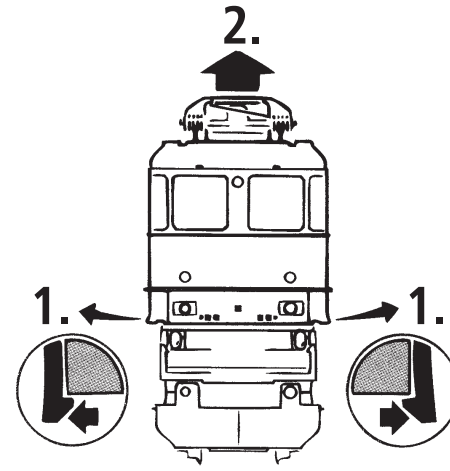

Fig. 4
**3. Haftreifenwechsel:** Zuerst die Drehgestellblende ein Stück abziehen (Fig. 4). Danach **Haftreifen** mit einer Nadel od. mit einem feinen Schraubendreher abziehen (Fig. 4). Beim Aufziehen der neuen Haftreifen darauf achten, dass diese sich nicht verdrehen.
**3. Change of traction tyre:** Remove the bogie blind a little bit (fig. 4). Remove **traction tyre** using a pin or a fine screwdriver (fig. 4). When pressing on the new traction tyre please **avoid twisting it**.
**3. Échange des bandages d'adhérence:** Démontez d'abord **les flancs de bogies** des engrenages (fig. 4). Délogez ensuite les essieux bandagés et enlevez, à l'aide d'une aiguille ou d'un tournevis fin, les bandages d'adhérence (fig. 4). Lors du montage des nouveaux bandages veuillez veiller à ce que les bandages **ne soient pas tordus**.